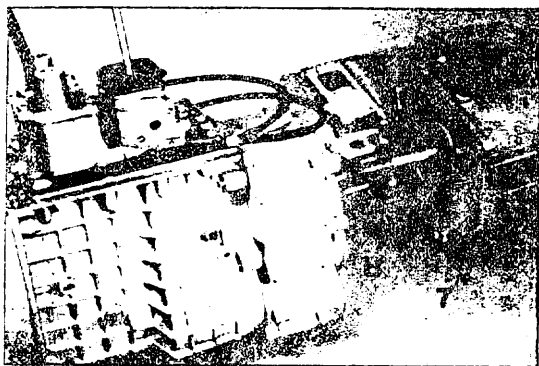

Fig. 3C.6-6
Acople el conjunto caja de transferencia con el conjunto caja de cambios, fije ambas con sus tornillos al par especificado, desmonte el útil (B) y monte la tapa trasera (6) (Fig. 3C.6-5)